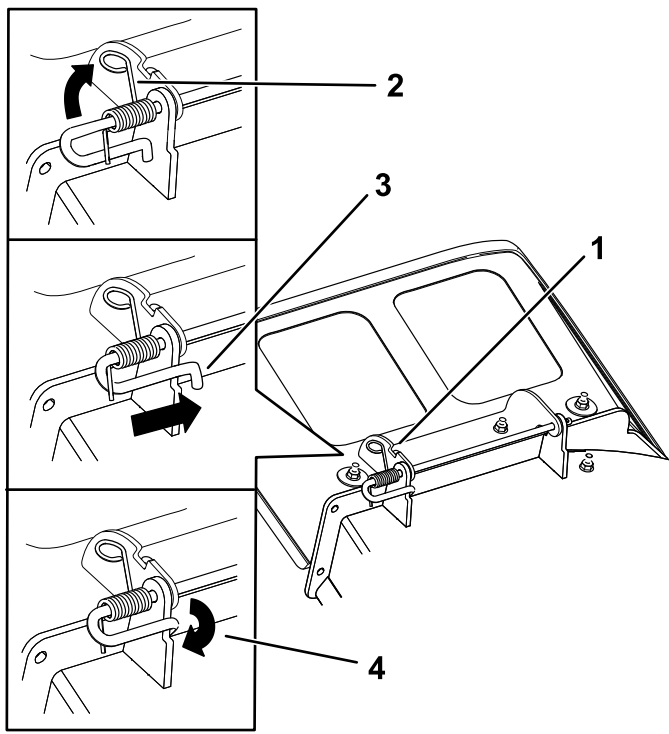

Figure 70
3. Positionnez le nouveau déflecteur d'éjection en plaçant les extrémités du support entre les supports soudés du tablier, comme montré à la Figure 70.
5. Positionnez le ressort sur la tige comme montré à la Figure 70, de sorte que l'extrémité la plus courte du ressort sorte du dessous de la tige avant le coude et passe par-dessus la tige à son retour.
6. Soulevez le côté avec la boucle du ressort et placez-le dans le cran du support de déflecteur (Figure 70).
7. Fixez l'ensemble tige et ressort en le tournant de sorte à pouvoir placer l'extrémité courte de la tige derrière le support avant soudé au tablier de coupe (Figure 70).